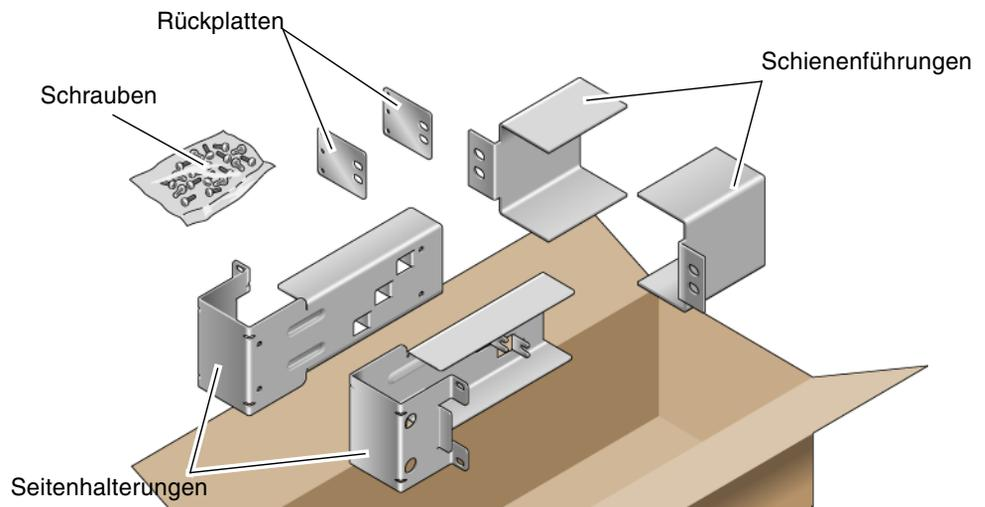

ABBILDUNG 4-1 Inhalt des Festmontage-Kits für 23-Zoll-Racks mit 2 Stützen
1. Nehmen Sie die Seitenhalterungen aus dem Rack-Kit zur Hand (ABBILDUNG 4-1).
3. Nehmen Sie die Schienenführungen aus dem Rack-Kit zur Hand (ABBILDUNG 4-1).
7. (Optional) Bei besonders hohen Schwingungen in der Umgebung ist der Server mithilfe der Rückplatten zusätzlich an der Rack-Rückseite zu befestigen (ABBILDUNG 4-1).